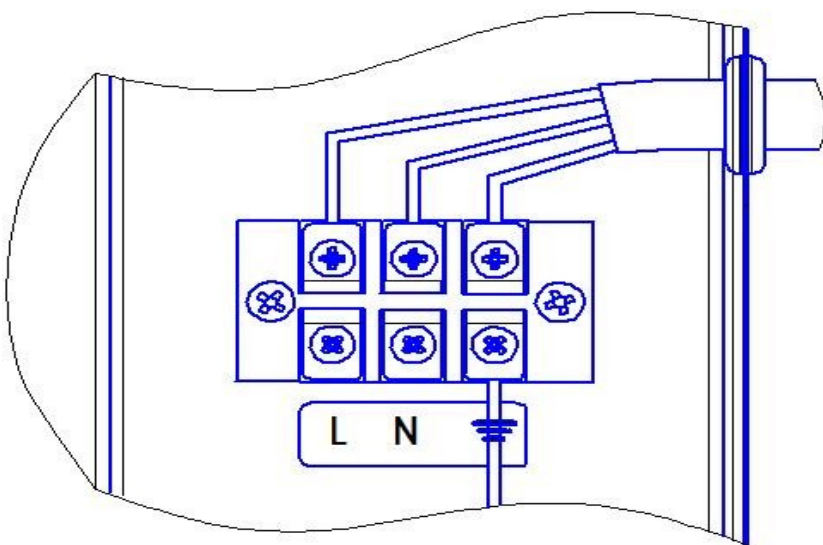

Рис.3 Схема подключения к электросети
- Подключить ЭВН-К к электросети 220В, 50Гц (рис.3), для чего вводной кабель пропустить через кабельный ввод. Фазные провода и нулевой провод следует подключить в соответствии с маркировкой на клеммную колодку.